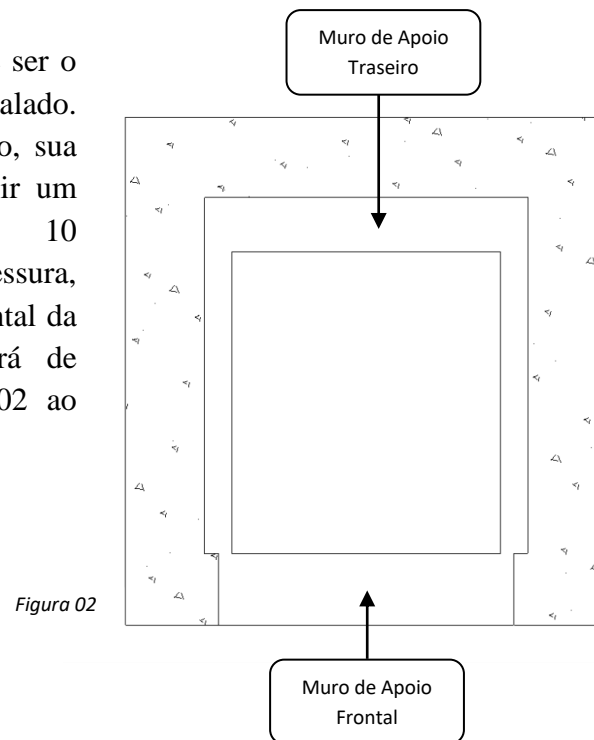

Figura 02
2. A Estrutura Traseira deve ser o primeiro item a ser instalado. Para instalação do mesmo, sua churrasqueira deve possuir um muro traseiro com 10 centímetros de espessura, nivelado com o muro frontal da alvenaria, o qual servirá de apoio, conforme figura 02 ao lado.